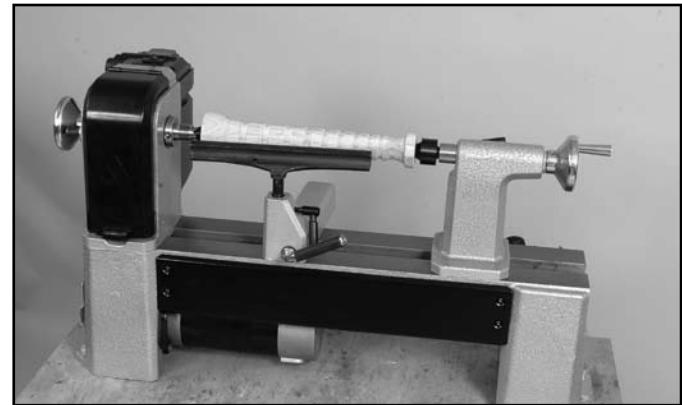

Fig. 26
**Voici un autre type de montage :** il est possible de fixer la pièce entre la pointe à griffe et la pointe d'entraînement comme montré à la fig. 26. Voici quelques conseils concernant ce type de montage :